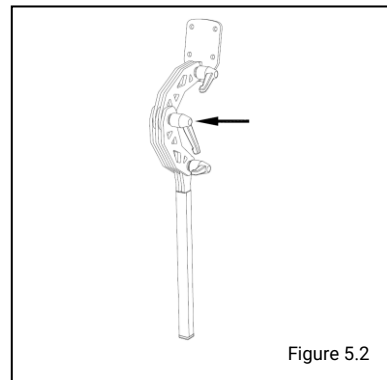

Figure 5.2
5.2 Hoofddeun met knevelverstelling (fig 5.2).